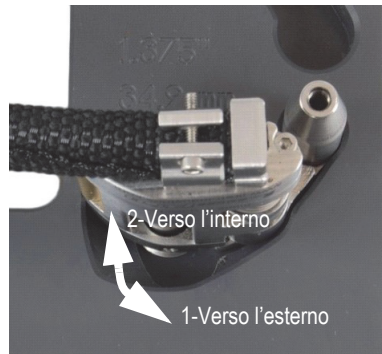

Figura 2-9 Operazione di avvvitamento della vite di regolazione
- c) Mantenendo il gruppo della coda nel foro di alloggiamento, dal lato opposto, stringere fermamente la vite di regolazione della coda con il cacciavite esagonale da 2,5 mm (vedere Figura 2-9 a pagina 42).